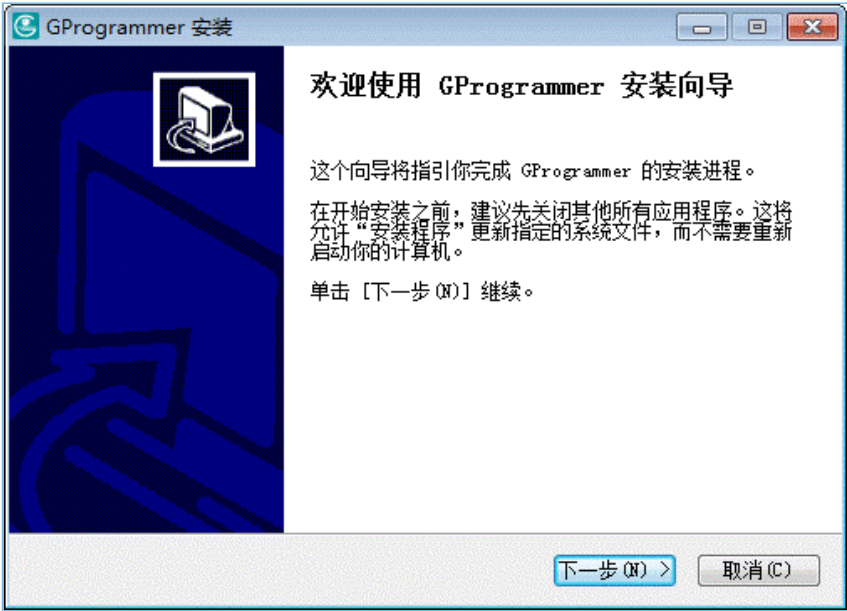

图 2-1 GProgrammer安装界面
1. 双击GProgrammer的可执行安装程序*GProgrammer Setup 1.2.14.exe*，进入GProgrammer安装界面（如图 2-1所示），然后按照安装向导提示逐步完成安装操作。